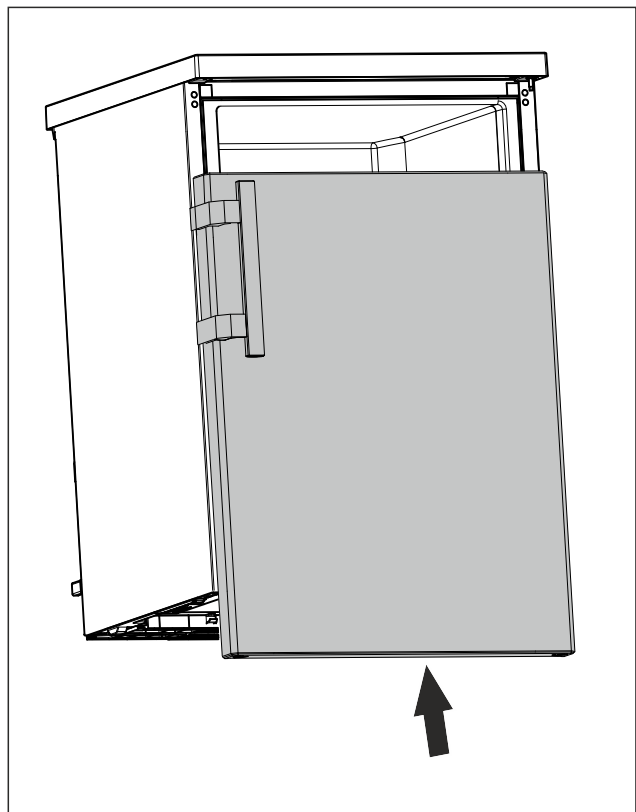

Fig. 19
- Skyv døren i lukket tilstand på den øvre bolten. (se Fig. 19)